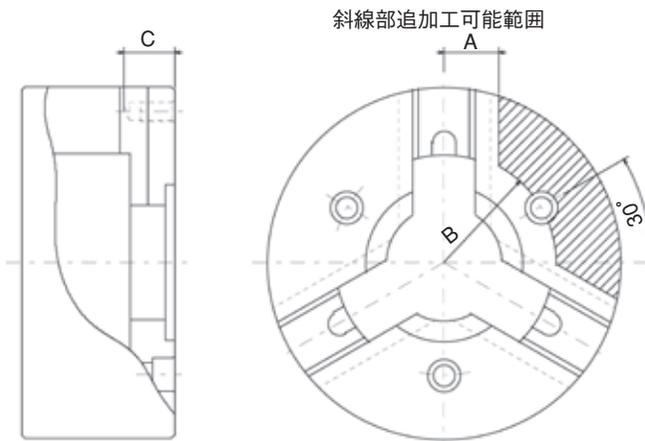

図12
- ・チャックボデー表面にロケータや治具を取り付ける場合は、図12に示す追加工範囲内に穴明けを行ってください。